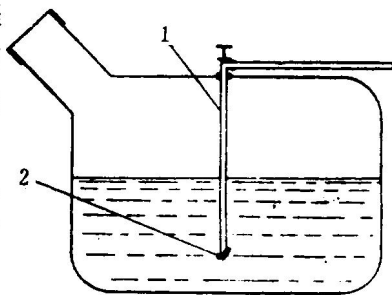

图 1-5 油箱中油管被污物堵塞
(5)在排除油路不畅的故障后,有时汽车行驶一段路程又出现来油不畅或不来油现象。这主要是由于汽油箱内有线团、破布、污物等,经汽油泵的吸油作用,重新被吸入上油管口并将其堵塞而引起(见图 1-5)。